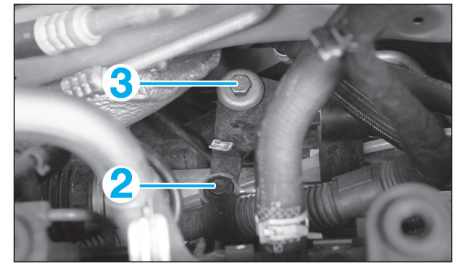

Fig. 10
- la rotule (2) (Fig.10),
- la vis (3),